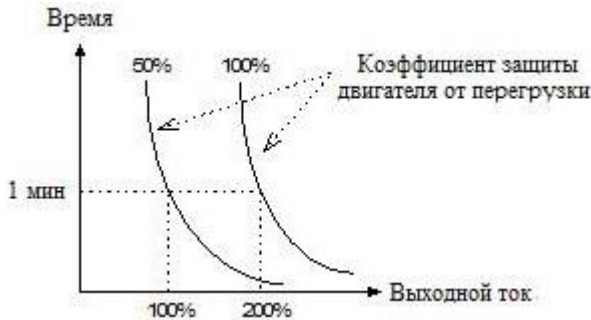

Рисунок 5.13.1 Кривая защиты двигателя от перегрузки
- ◆ Для применения эффективной защиты от перегрузок к различным типам двигателей, максимальный выходной ток инвертора должен быть отрегулирован так, как показано на Рис. 5.13.1.